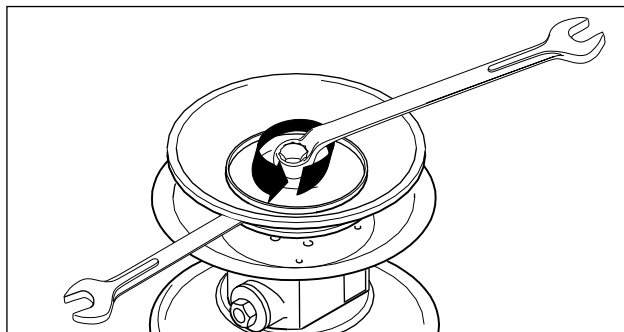
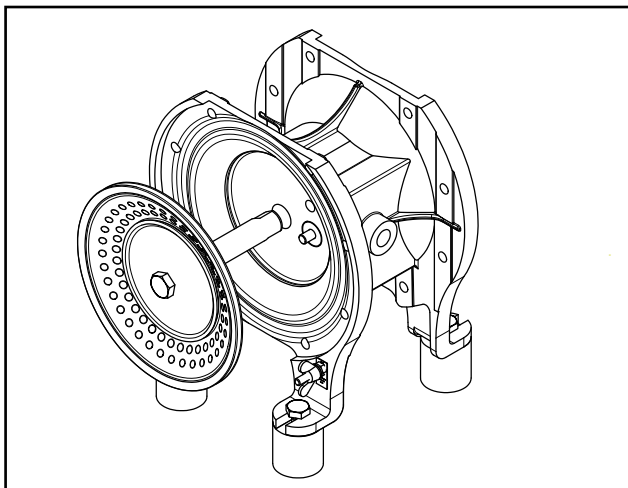

Рис. 10: Ослабление диафрагменной тарелки. (Не требуется в случае диафрагмы poppedE4®.)
Рис. 21: Вынимание мембраны с поршневым штоком
- Ослабьте стяжные хомуты (при необходимости, смажьте, чтобы избежать фиксирования гаек и болтов из высококачественной стали) (рис. 10). В случае высококачественной стали, отполированных вариантов (DL, DH), откройте резьбовое молочное соединение.
- Ослабить внешнюю мембранную тарелку и снять с мембраной (рис.10 и рис. 21)
См. также 5.3.2.3. В отличие от рис. 21 сначала отвинтить диафрагменную тарелку. Вынуть отдельно поршневой шток из блока управления.